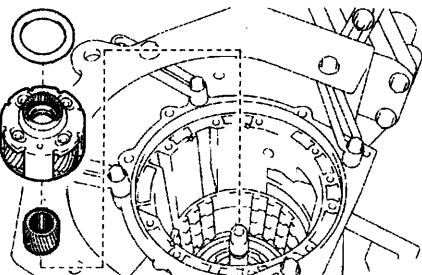

图 12-1-47
(54) 如图 12-1-47 所示，从变速器壳上拆下中央行星齿轮总成、行星机构太阳轮和 4 号止推轴承座圈。